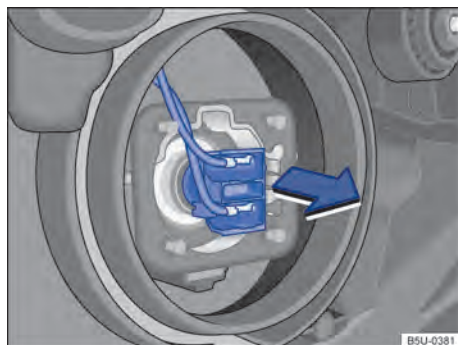

Fig. 181 Acesso à lâmpada incandescente do farol baixo.
- ⑤ **Farol baixo** [A], puxar a lâmpada no sentido da seta → Fig. 181 para desencaixá-la do suporte.